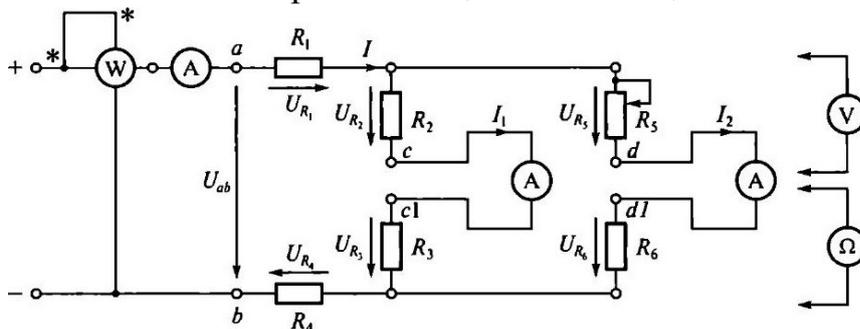

Рис. 3.1. Схема ЭЦ для проверки 1-го правила Кирхгофа
3.2. Записать в протоколе испытаний применительно к ЭЦ, показанной на рис. 3.1, выражения для закона Ома, 1-го и 2-го правил Кирхгофа, баланса мощностей.
3.5. Собрать ЭЦ в соответствии с рис. 3.1, установив вместо перемычек с-с1 и d-d1 миллиамперметры постоянного тока. После проверки схемы преподавателем подать в ЭЦ постоянное напряжение, установив его значение в пределах 10...20 В. Значение  $U_{ab}$  занести в табл. 3.1.
5.2. Записать в протоколе испытаний применительно к ЭЦ, показанной на рис. 3.1, выражения ш-ш закона Ома, 1-го и 2-го правил Кирхгофа, баланса мощностей.
5.3. В табл. 3.4 даны значения сопротивлений ЭЦ, приведенной на рис. 3.1. Напряжение питания  $U_{ab}$  задается преподавателем.